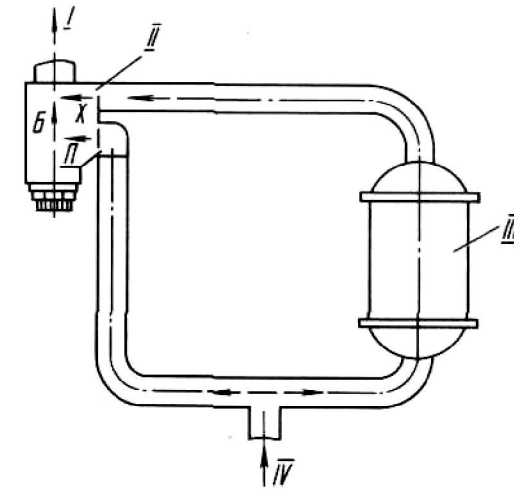
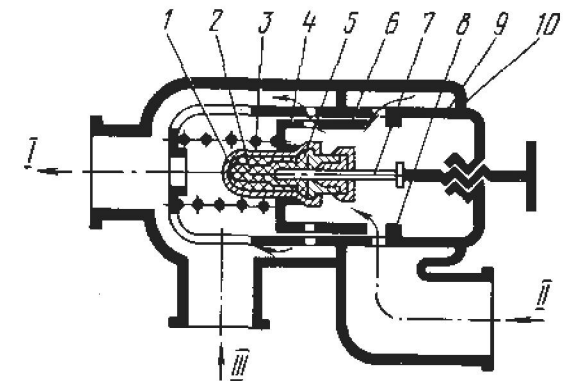

Рис. 2. Схема включения терморегулятора:
Рис. 3. Схема работы терморегулятора:
Автоматическое поддержание заданной температуры масла производится по принципу перепуска, т.е. часть масла, выходящего из дизеля, направляется мимо холодильника на вход в дизель, перемешиваясь с охлажденным маслом (рис. 2). Распределение потоков, идущих на перепуск и холодильник, осуществляется с помощью клапана 6 (рис. 3), установленного в корпусе 10 терморегулятора. При повышении температуры масла выше заданного значения объем заполнителя 5 термодатчика увеличивается и, сжимая чувствительный элемент 2, выталкивает шток 7, за счет чего перемещается корпус 1 термодатчика и клапан 6. Клапан, перемещаясь, перекрывает входные окна в корпусе 9, увеличивая сопротивление перепускной линии и патрубков холодильника, изменяется таким образом, что обеспечивает поддержание заданного температурного режима.
5.4. Схема включения терморегулятора приведена на рис. 2.
Терморегулятор устанавливается так, чтобы маркировка патрубков совпадала с направлением потока масла, указанным на рис. 2.